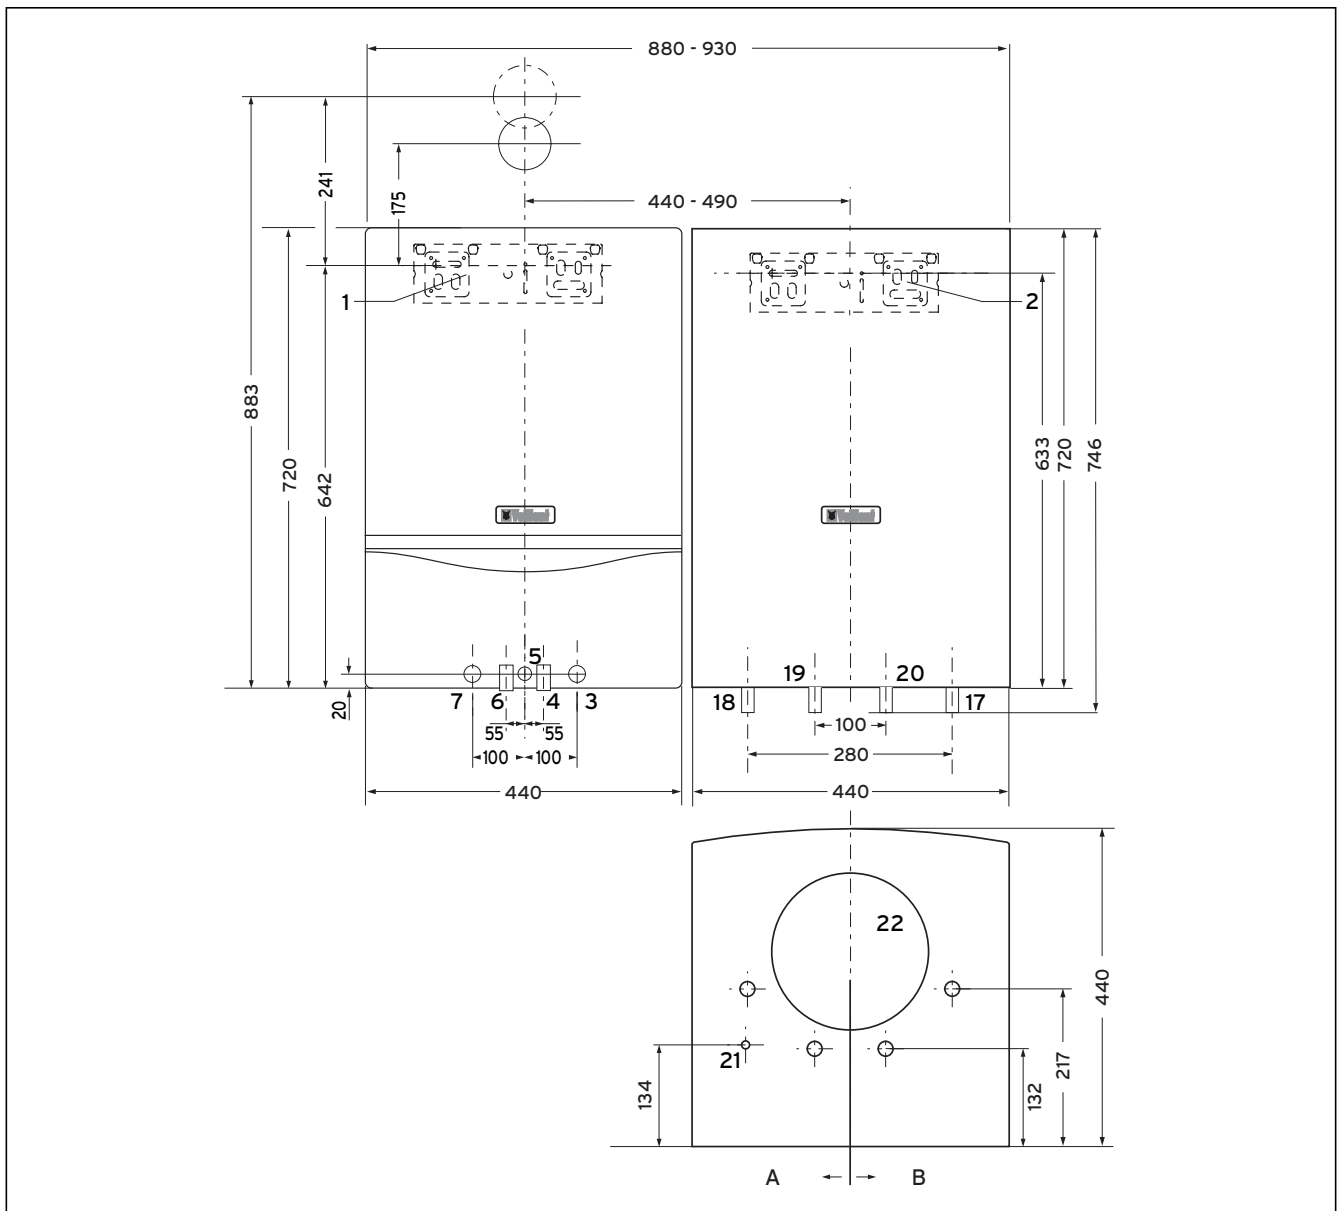

Abb. 4.2 Abmessungen bei Montage neben dem Heizgerät
- Bohren Sie die Löcher für die Befestigungsschiene entsprechend Abbildung 4.2 (Unterkanten des Speichers und des Heizgerätes auf gleicher Höhe).
- **Beachten Sie die „Warm-“ und „Kaltwasser-Seite“ in Abb. 4.2 und 4.3.**